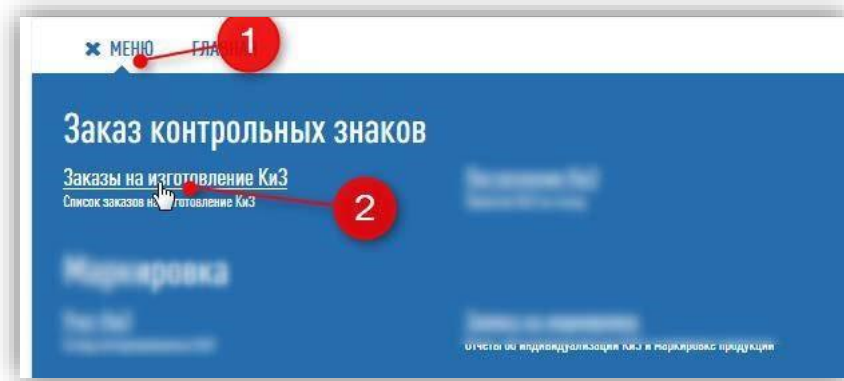

Рисунок 54 – Заказ КиЗ через Меню
- с помощью кнопки Меню (МЕНЮ) выбрать пункт «Заказы на изготовление КиЗ» (рис. 54).